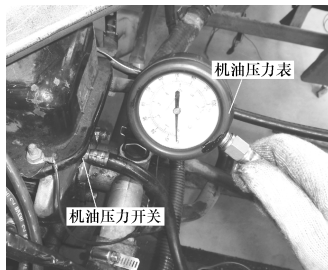

图 1-272 机油压力表的安装
- 2) 将机油压力表的软管接头拧入安装机油压力传感器的螺栓孔内,并拧紧接头,如图1-272所示。